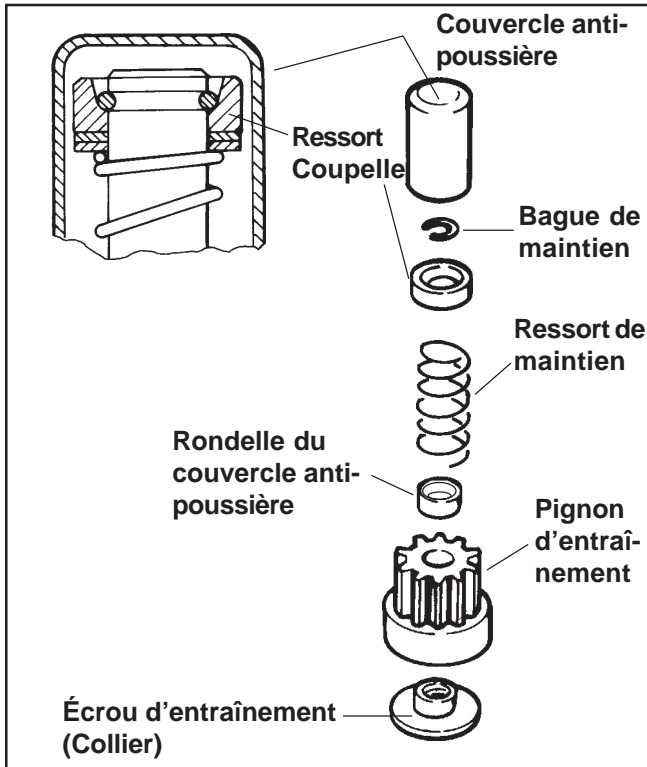

Figure 8-31. Composants d'entraînement, démarreur à inertie.
1. Le couvercle anti-poussière en caoutchouc comporte une lèvre intérieure qui s'insère dans une rainure de la rondelle du couvercle (voir la Figure 8-31). Tourner le pignon d'entraînement dans le sens des aiguilles d'une montre jusqu'à ce qu'il atteigne une position complètement sortie. Tout en maintenant le pignon dans cette position, prendre le bout du couvercle anti-poussière avec une pince et le libérer de la rainure de la rondelle.
3. Conformément à la Figure 8-31, saisir la fixation du ressort et la pousser vers le démarreur, en comprimant le ressort de maintien et en exposant la bague de maintien.